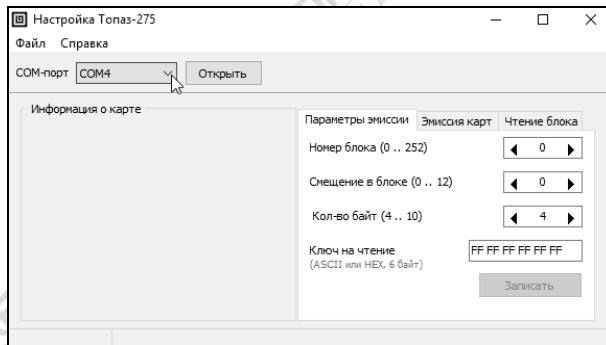

Рисунок 1
6.2 Для настройки служебных параметров устройства и выпуска карт используется программа "Настройка 275" (далее – программа), актуальная версия программы доступна на сайте www.topazelectro.ru. Необходимо подключить устройство к ПК и запустить программу (Nastr27502.exe). В окне программы в поле "СОМ-порт" из выпадающего списка виртуальных СОМ-портов необходимо выбрать номер порта, к которому подключено устройство, и нажать кнопку "Открыть" (рисунок 1).